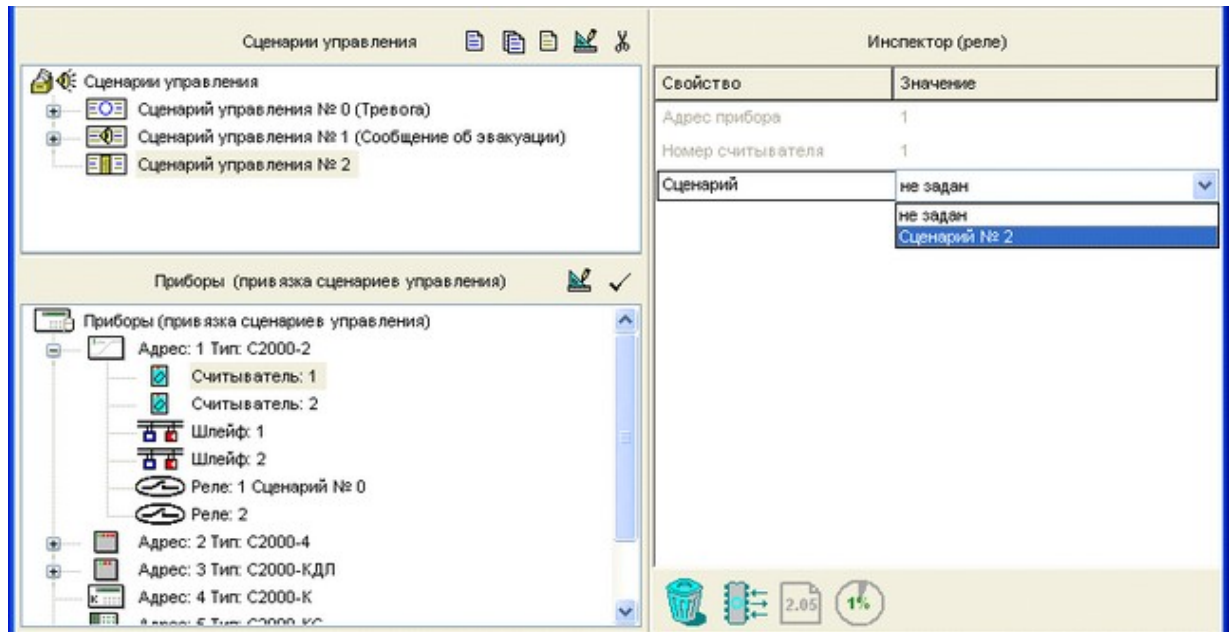

Рисунок 52
• *Привязать создаваемый сценарий управления к считывателю/считывателям*, которым пульт будет синхронно выдавать управляющие команды в рамках создаваемого сценария. Для этого следует в окне сценариев управления отметить нужный сценарий управления, затем в нижнем окне выбрать нужный считыватель/считыватели и либо нажать кнопку в палитре инструментов окна привязки, либо выбрать нужное значение параметра «Сценарий» в окне «Инспектор» (см. Рисунок 52).